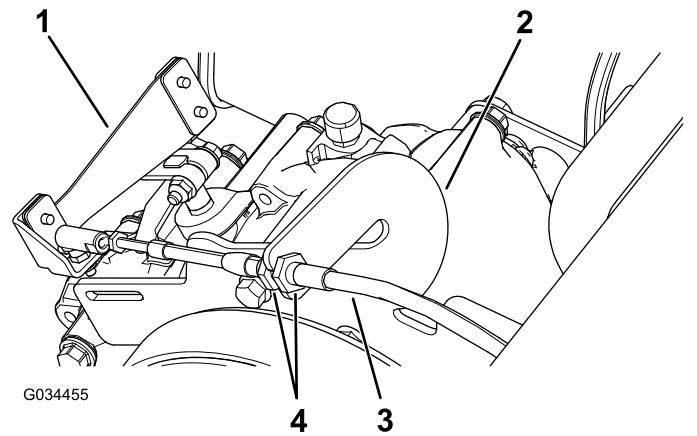

Figure 60
- Desserrez les écrous de blocage sur le câble de sélection et ajustez-les selon les besoins (Figure 60).
- Vérifiez la position de l'inverseur de marche en tournant le sélecteur aux 3 positions différentes et vérifiez que le levier (Figure 60) passe correctement à chaque position; voir Levier et indicateur d'inverseur de marche (page 11).